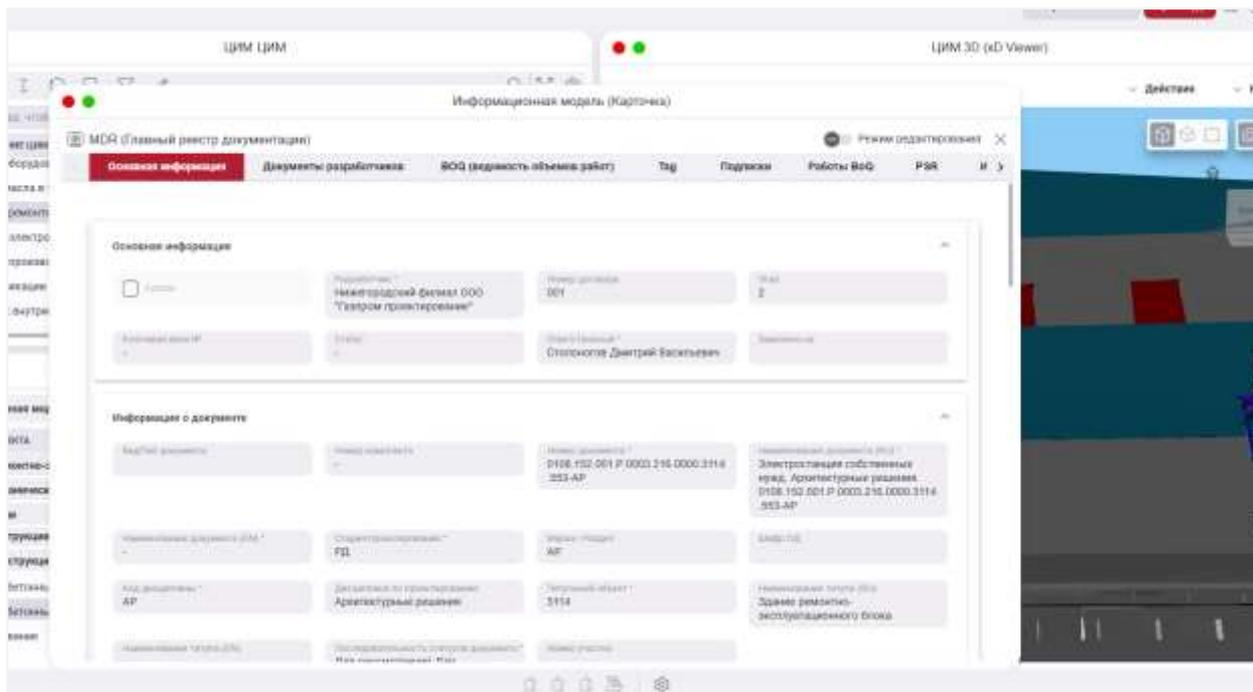

Рисунок 37. Вкладка MDR
- б) Поднимаемся выше в блок техническая информация, при нажатии на поле MDR, PSR, Работы КСГ мы переходим в карточку выбранного поля (Рисунок 37).